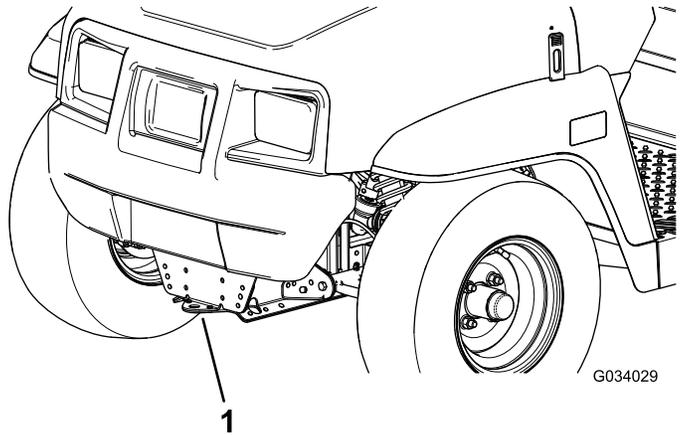
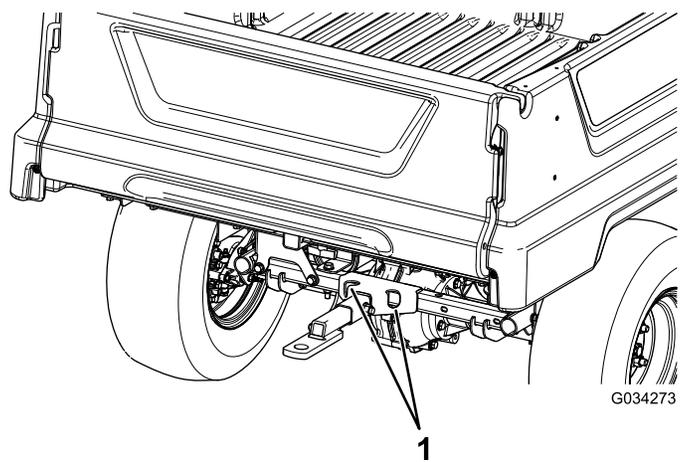

図 21
図 22
ロープがけポイントについては図 21 と 図 22 を参照してください。
2. 機体前部にある牽引トンクにロープなどの牽引索を取り付ける 図 21。